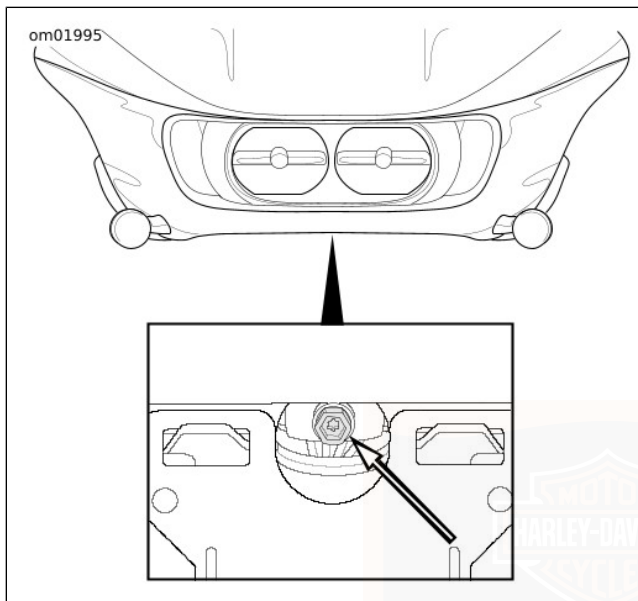

Abbildung 90. Scheinwerfereinsteller: Rahmenfeste Verkleidung
3. **Modelle mit rahmenmontierter Verkleidung:** Siehe Abbildung 90.